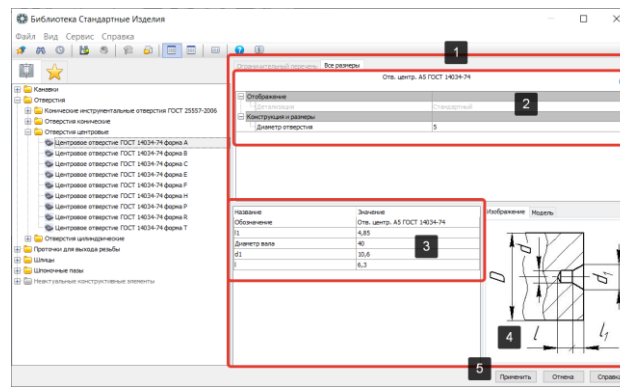

Рисунок 106 – Область свойств центрального отверстия
- В области свойств (1) необходимо задать характеристики будущего центрального отверстия. Для этого кликнем дважды на строку Диаметр отверстия (5) (Рисунок 106);
- В окне (3) отобразятся все характеристики будущего центрального отверстия. Изображение и модель показана в окне справа (4) (Рисунок 106);
- Если все параметры заданы верно нажмем кнопку Принять (5) (Рисунок 106);